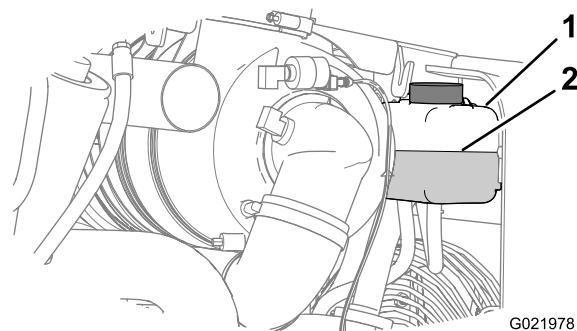

Bild 78
4. Prüfen Sie den Kühlmittelstand im Behälter (Bild 78).
Hinweis: Stellen Sie sicher, dass der Kühlmittelstand zwischen der Nachfüll- und Voll-Markierung am Behälter liegt (Bild 78).